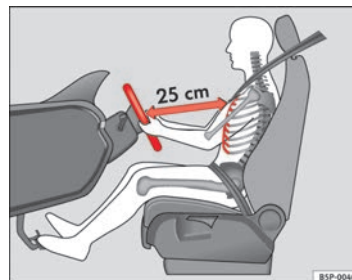

Abb. 133 Die richtige Sitzposition des Fahrers
- Stellen Sie das Lenkrad in die gewünschte Position ein  $\Rightarrow$  Abb. 133.
- Stellen Sie den Fahrersitz bzw. das Lenkrad so ein, dass der Abstand zwischen Lenkrad und Brustbein mindestens 25 cm beträgt ⇒ **Abb. 133**. Wenn Sie den Mindestabstand nicht einhalten, kann Sie das Airbag-System nicht schützen – Lebensgefahr!